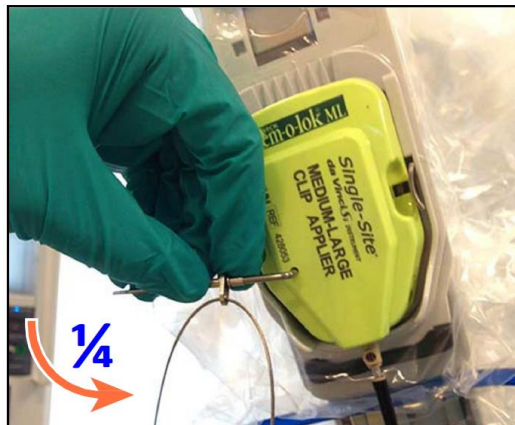

Figura 1 - Mantenha a ferramenta do kit de liberação da garra encaixada enquanto estiver abrindo manualmente as garras.
2. Verificar se a ferramenta de liberação de garra está na posição dentro da caixa e cuidadosamente girar a mesma no sentido anti-horário (aproximadamente  $\frac{1}{4}$  de volta) até que ocorra o encaixe e não mais gire. Mantenha a ferramenta encaixada durante as próximas etapas (Figura 1).